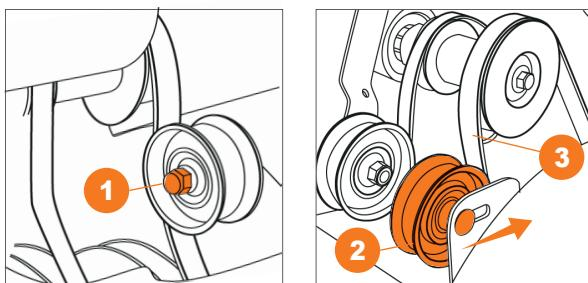

Рис. 23
- В случае если щетка не вращается или перестает вращаться под нагрузкой и регулировка натяжения троса не дает результата, необходимо произвести натяжку приводного ремня при помощи прижимного ролика (Рис. 23).